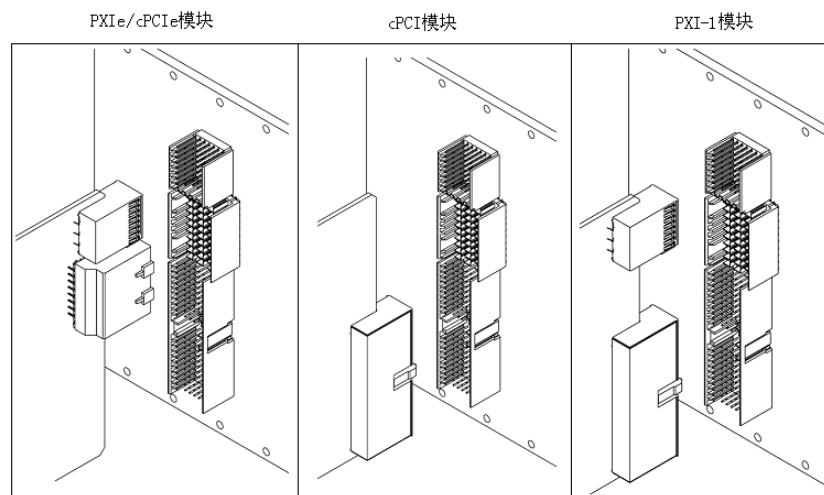

图 9 混合槽插入模块示意图
- 4) 混合槽兼容 PXIe 模块、cPCIe 模块、PXI 模块和 cPCI 模块，但使用 PXI 模块只能兼容 PXI-1 型模块，即没有 XJ3 连接器，如图 9 所示。